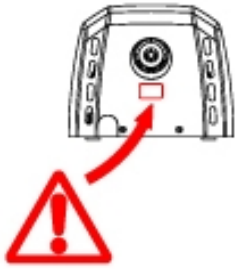

Figura 11
- En todo este proceso de acoplamiento de la carcasa a la base se debe tener mucho cuidado de no dañar el circuito electrónico que se encuentra bajo la tobera del secador de manos (Figura 11)